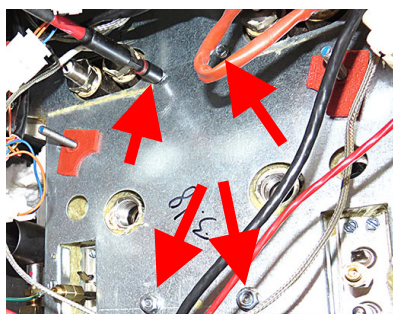

図 29
35. 外側の断熱リテーナに取り付けられている $\frac{1}{4}$ インチナットを取り外します。上部に 2 つのナットと下部に 2 つのナットがあります（図 29 を参照）。